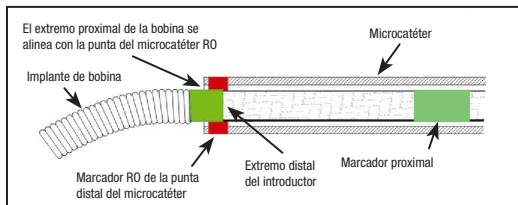

Figura 4: posición de las bandas marcadoras para la separación
- Guíe la bobina hacia el lugar deseado hasta que el marcador radiopaco del sistema introductor esté alineado o ligeramente distal con respecto al marcador RO de la punta distal del microcatéter, con la zona de separación justo fuera de la punta del microcatéter. Consulte la Figura 4.